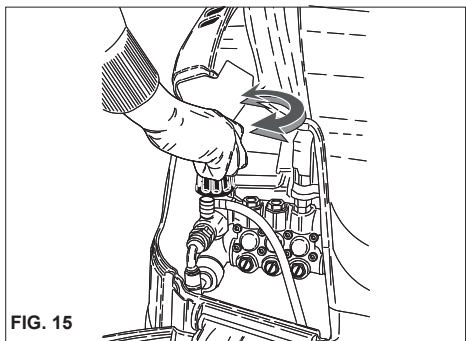

FIG. 15
Det här kapitlet innehåller bara de modeller som är försedda med tryckregulator. Med tryckregulatorn fig. 15, kan operatören ställa in arbetstrycket. Drifttryck minskar då ratten C vrids motsols mot (B) (minimum).